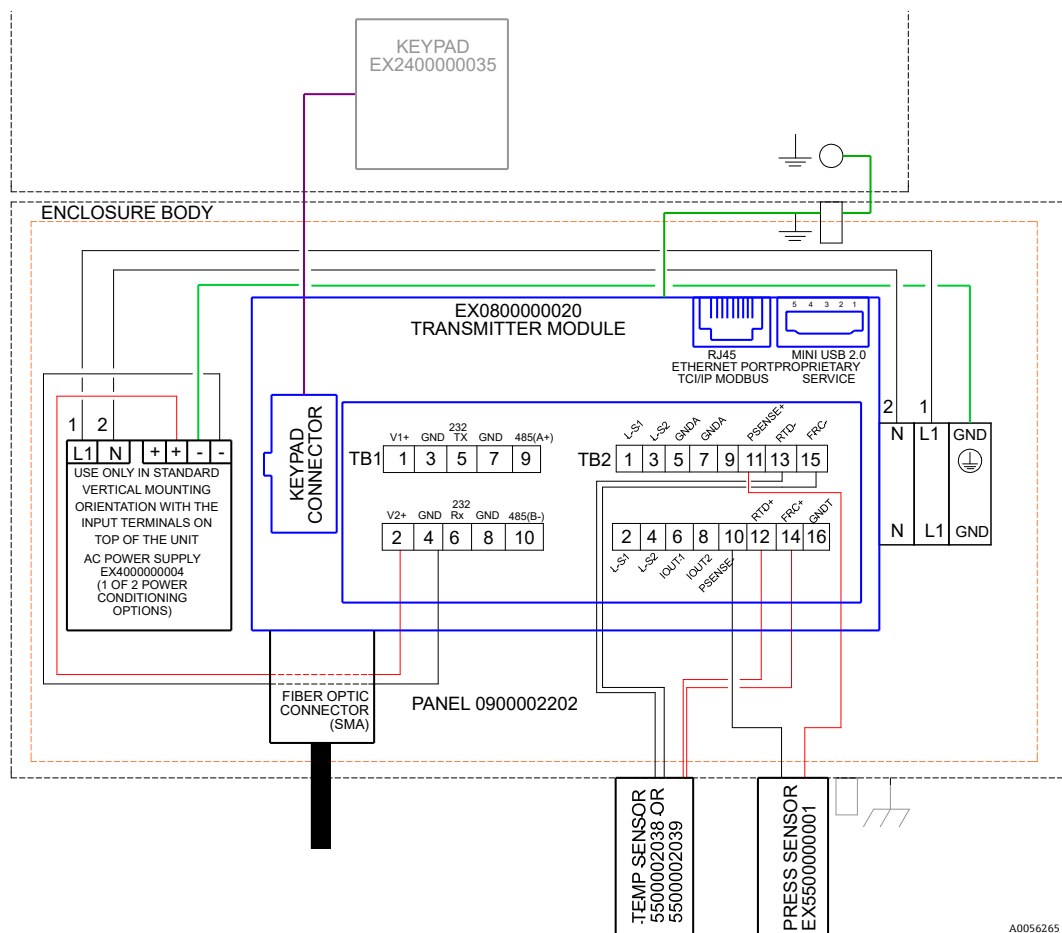

図 9. TB1/TB2 接続
電流ループとアラームの接続には、ユーザー側で用意したケーブルを使用してください。図 9 を参照してください。
- IOUT1 と IOUT2 (4~20 mA) を端子 6 と 8 に接続します (図 9 および 表 1. 端子台 TB2 を参照)。